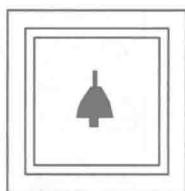

图 1-12 报警按钮符号
(4) 报警按钮。在操作报警按钮时，报警装置将被启动。报警按钮符号如图 1-12 所示。